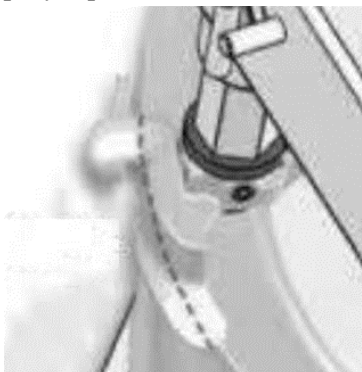
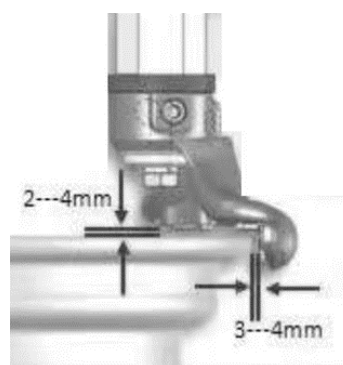

Рис. 15.11
Рис. 15.12
15.1.9 Отрегулируйте угол наклона демонтажной головки (рис. 15.9) таким образом, чтобы хвостовик демонтажной головки находился на одной линии с краем обода (рис. 15.11), а зазор между демонтажной головкой, хвостовиком и ободом должен составлять 2-4 мм (рис. 15.12). После регулировки затяните все винты (рис. 15.10).